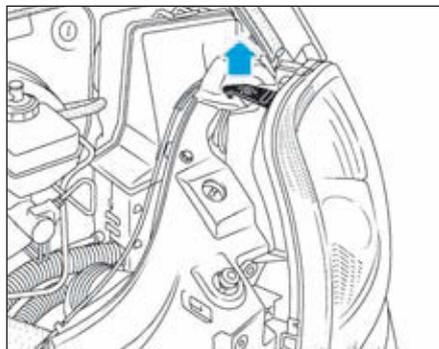

FIG.68
- Déposer le projecteur avant en soulevant la languette (Fig.68).